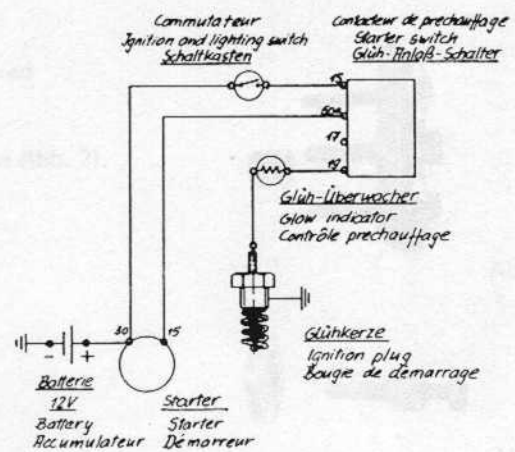

Abb. 8
9. Glühüberwacher in Bohrung $\varnothing 26,5$ sowie Glühanschalterschalter in Bohrung $\varnothing 11$ einbauen und Kabel für Glühanschalterschalter, Glühüberwacher und Glühkerze nach Schaltplanskizze (Abb. 8) anschließen. Ebenfalls Batterie wieder anschließen.